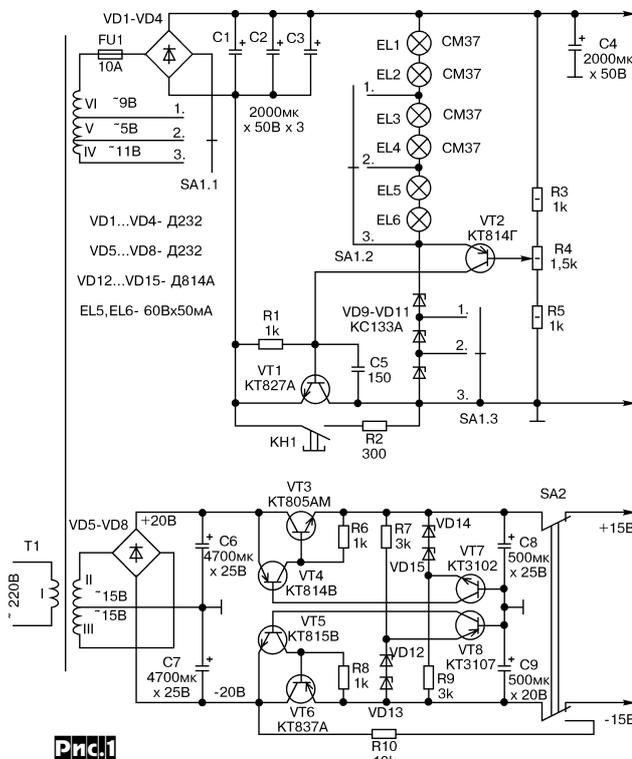

Рис. 1
**Однополярный стабилизатор напряжения, рис. 1**, выполнен на двух транзисторах различной структуры VT1 и VT2. При подобном включении транзисторов схема обладает двумя устойчивыми состояниями. В одном из них, когда оба транзистора открыты, устройство представляет собой стабилизатор напряжения. Если ток нагрузки превысил некоторую величину, оба транзистора закрываются и стабилизатор переходит в другое состояние, когда выходное напряжение равно нулю. Для запуска необходимо отключить нагрузку и нажать кнопку КН 1.
**Двухполярный стабилизатор (рис. 1)** выполнен на транзисторах VT3-VT8. Принцип его действия аналогичен аналоговому стабилизатору, рассмотренному в предыдущем разделе, при этом два напряжения противоположной полярности и стационарные выходные напряжения позволили упростить элементную базу и придать ей новые свойства.